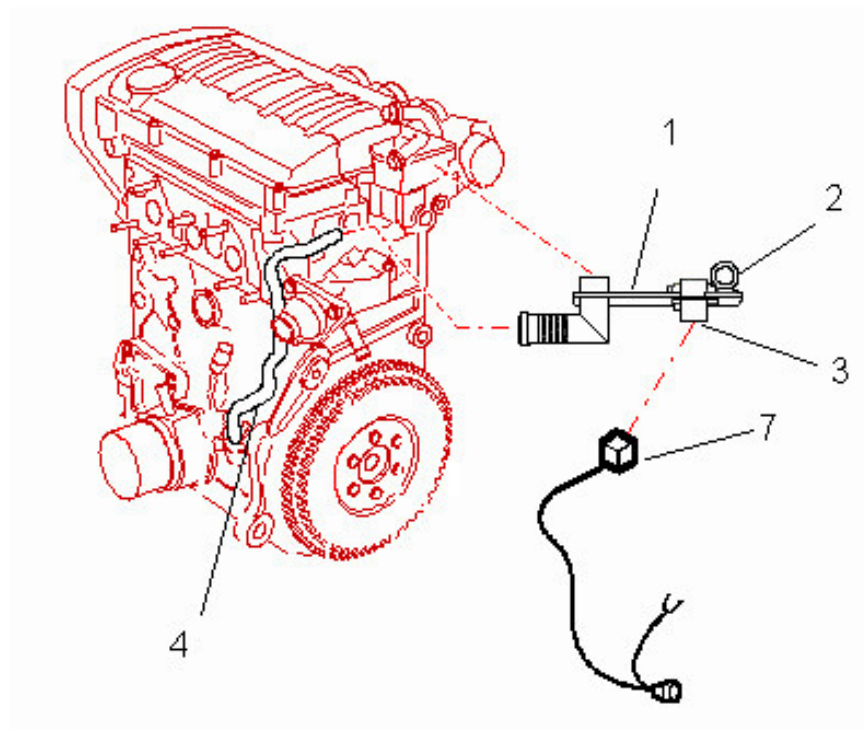

Fig 3
- ▶ *rep 7: raccord Souriau pour connexion cassette bobines cablée (fig3)*
- ☞ *Monter l'agrafe faisceau (rep3 fig3) et le connecteur (rep2 fig3) sur le support de connecteur bobines (rep1 fig3).*
- ☞ *Placer l'embout de dégazage avec le support (rep1 fig3) sur la culasse.*
- ☞ *Relier l'embout de dégazage à la durite (rep4 fig3).*
- ☞ *Relier le connecteur au raccord Souriau pour connexion cassette bobines câblée (rep7 fig3).*